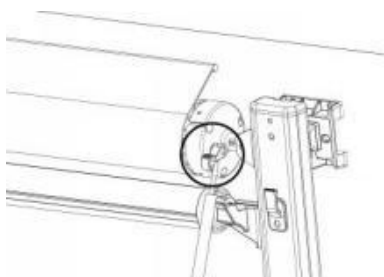

Figure D2
2. Gebruik de trekstang om de ratelhendel voorzichtig naar de OPEN-stand te draaien. (Afbeelding D2)